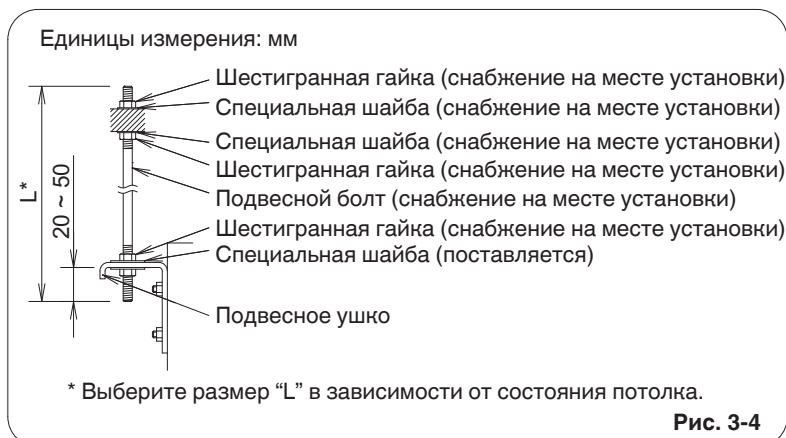

Рис. 3-4
- (3) Подвесьте и закрепите внутренний блок с помощью 2 шестигранных гаек (снабжение на месте установки) и специальных шайб (поставляемых с блоком), как показано на Рис. 3-4.